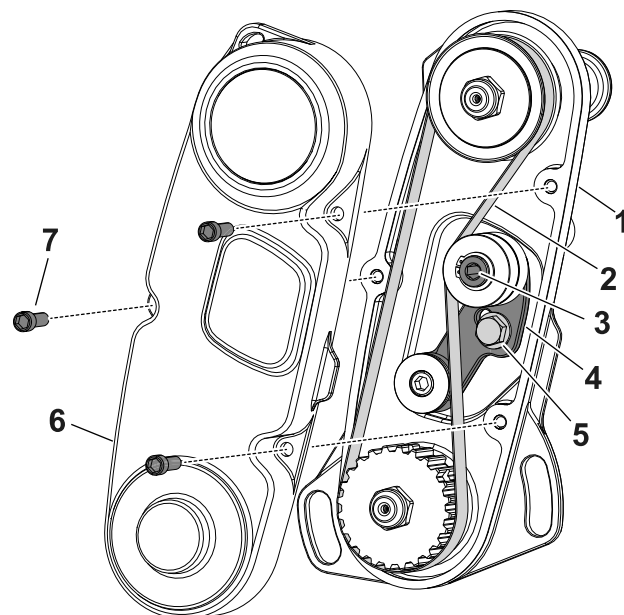

図 15
2. アイドラームボルトをゆるめてアイドラーム 図 15 を回してベルトの張りをなくす。
3. ベルトを取り外す 図 15。
1. ベルトカバーを外してベルトを露出させる 図 15。
6. ベルトを取り付け、図 15 に示すアイドラームの内側六角部に 4-5 N·m 0.4-0.45 kg·m = 35-40 in·lb のトルクを掛ける。